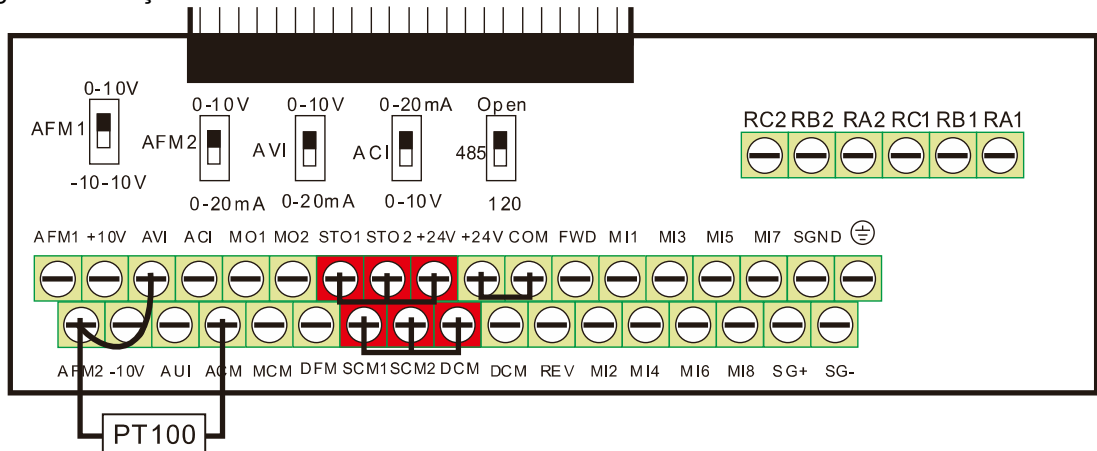

Figura 1
1. Mude o AFM2 para 0–20 mA no bloco de terminais de controle de E/S. (Consulte a Figura 1, diagrama de fiação do PT100)
2. Fiação (Consulte a Figura 1, diagrama de fiação do PT100):